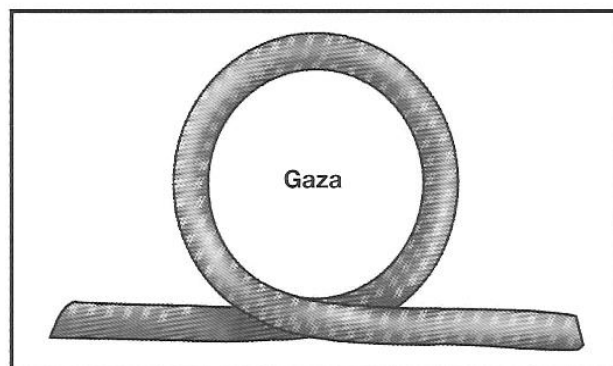

Figura 6.15 Gaza.
- La *gaza* se forma cuando se cruza un lado de una vuelta sobre la parte fija (véase la figura 6.15).